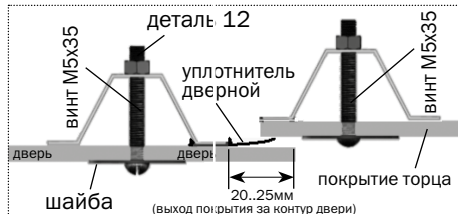
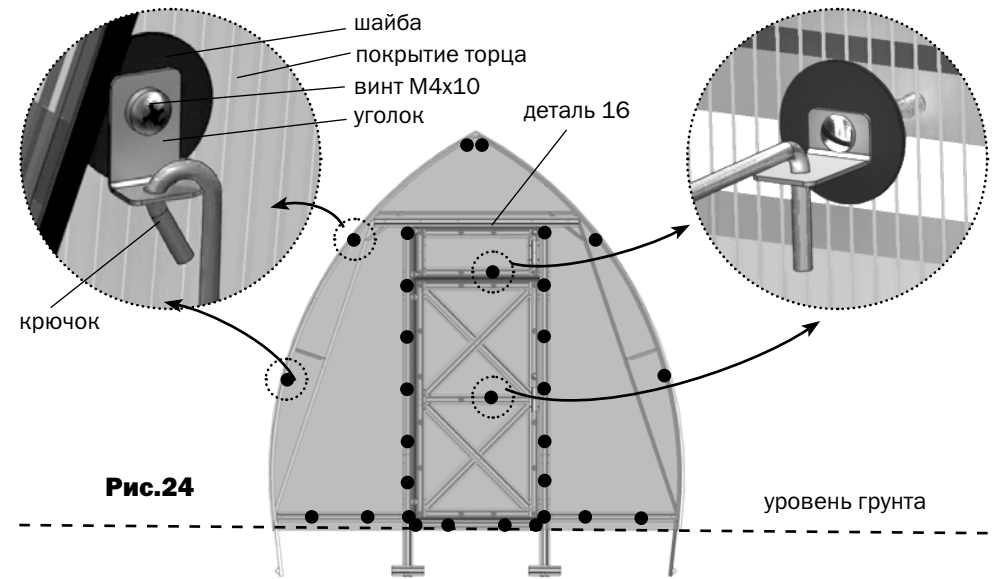

Рис.20
Рис.24
6. Установите накладку торцевую **16** на покрытие торца и закрепите ее на детали **5** через покрытие (рис.20 и рис.24). Под деталью **16** находится стык кусков покрытия торца.
8. Шайбы на торце установите в соответствии с рис.24.
9. Установите уголок для крючков на торце и двери для фиксации ее в открытом состоянии рис.24